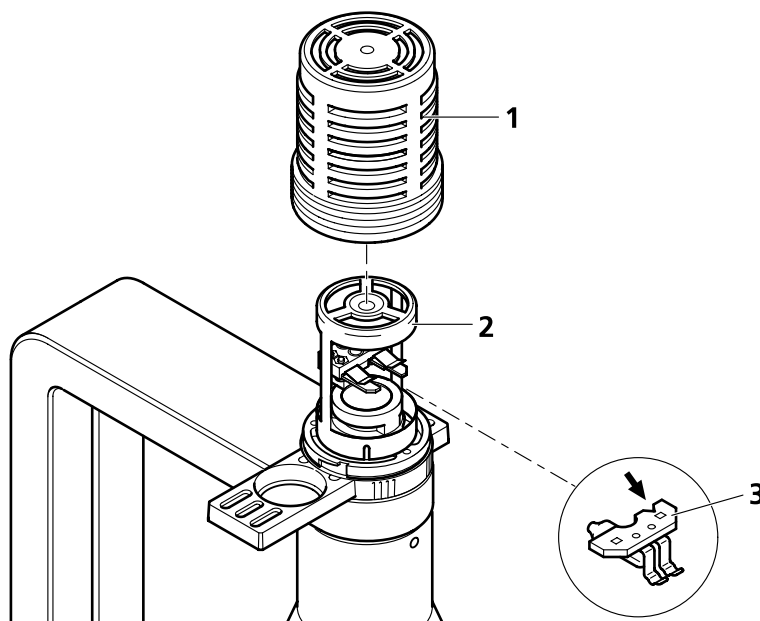

Fig. 1-14 Cambio de la lámpara halógena
Superficies calientes en la caja de lámpara (Fig. 1-14/1), el cuerpo de refrigeración (Fig. 1-14/2) y en la lámpara halógena:
- Soltar la caja de lámpara al girarla ligeramente en el sentido contrario de las agujas del reloj (Fig. 1-14/1).
- Quitar la lámpara junto con el zócalo de ajuste (Fig. 1-14/3).